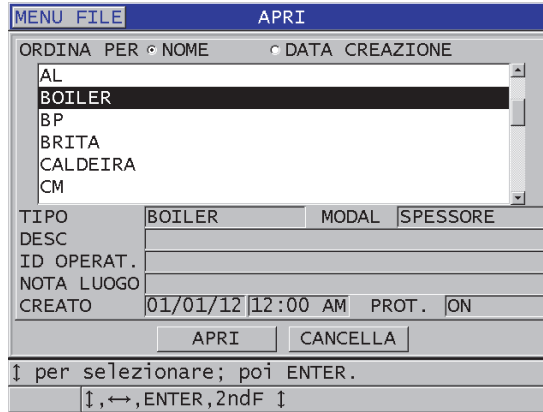

Figura 11-16 Apertura di un file
3. Nella schermata **APRI** (vedi Figura 11-16 a pagina 215):